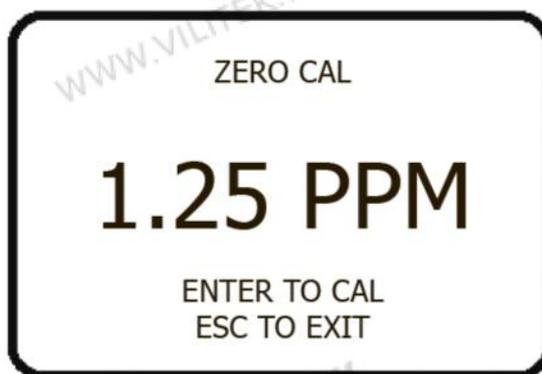

Рис. 18. Экран раздела «ZERO CAL».
10. Выберите опцию «ZERO CAL» (*Калибровка нуля*). При этом откроется экран, показанный на рис. 18.